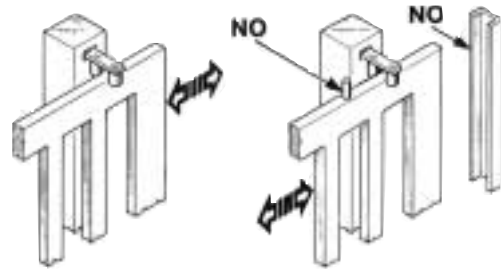

Fig. 3
Las columnas de la verja tienen que llevar en su parte superior unas guías anti-des carrilamiento (Fig. 3) para evitar desenganches involuntarios.
**N.B.:** Eliminar los topes mecánicos del tipo descrito en el Fig. 3.